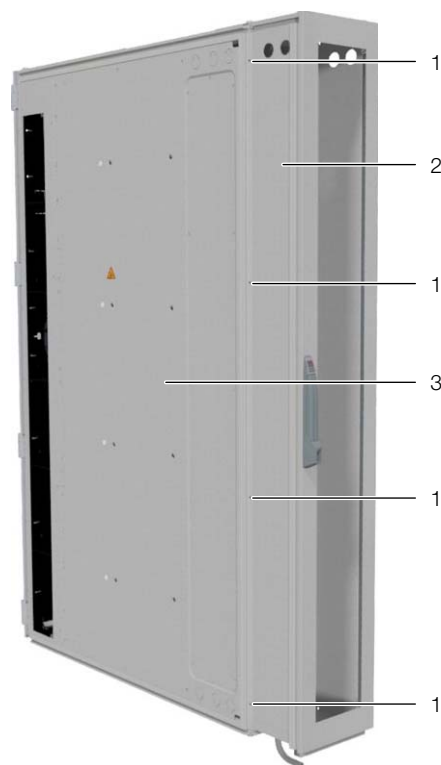

Рис. 28: Адаптер на LCP Inline
- Адаптер (рис. 28, поз. 2) крепится с задней стороны LCP Inline при помощи четырех прилагаемых винтов (рис. 28, поз. 1) слева и справа.